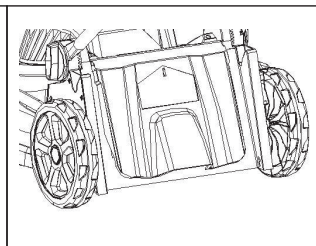

Abb.8C
- Schliessen Sie die hintere Abdeckung (Abb. 8C).